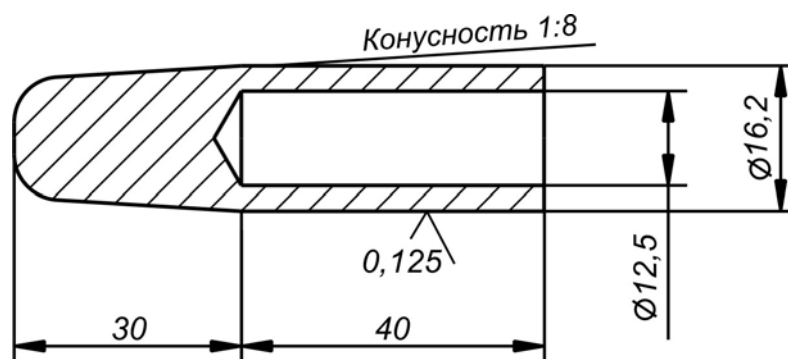

Рис. 5.15. Оправка для надевания манжеты штока
3. Закрепить в тисках за проушину шток 1 и установить на него гайку 4, пыльник 2, шайбу 3, обойму 5, манжету 6 (при помощи оправки, показанной на рис. 5.15), направляющую 8 (рис. 5.13) с кольцом 7. Предварительно на